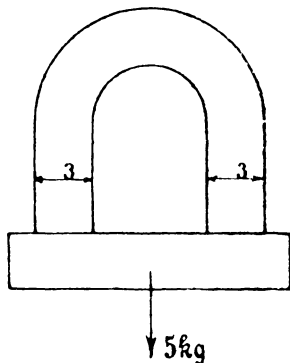

Fig. 49.
135. Ein Hufeisenmagnet ist imstande, an seinem Anker 5 [8] (20) kg zu tragen. (Fig. 49.) Seine Dicke senkrecht zur Papier-ebene beträgt 1 [1,5] (4) cm, die Breite 3 [4] (5) cm. Wie groß ist hiernach die Induktion zwischen den Übergangsstellen von Magnet und Anker, und wie viele Kraftlinien gehen vom Nordpol zum Südpol?